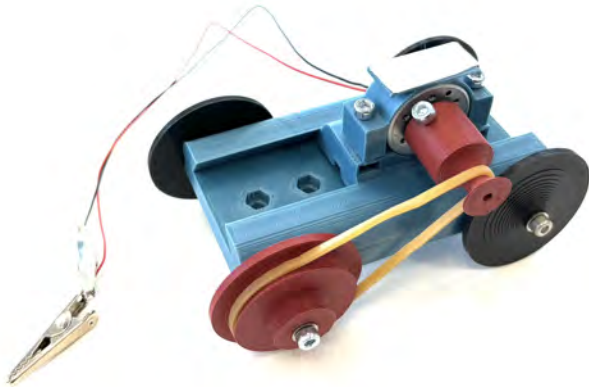

Abb. 19: Das Klebeband bzw. doppelseitige Klebeband muss lediglich so groß sein, wie der Motorhalter.
- (9) Schneidet ein Stück vom Klebepad bzw. doppelseitigem Klebeband passend für die Oberseite des Motorhalters. Das Klebepad bzw. doppelseitige Klebeband sollte nicht über die Kanten des Motorhalters ragen, damit sich nichts verfangen kann (Abbildung 19).